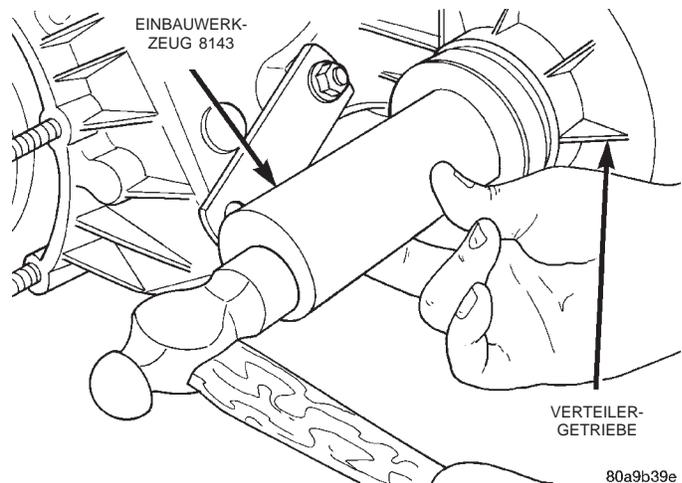

Abb. 7 Dichtring der Abtriebswelle einbauen
- (1) Einen neuen Dichtring mit Einbauwerkzeug 8143 wie folgt in das Gehäuse einbauen:
- (b) Den Dichtring vorsichtig mit dem Hammer in die Gehäusebohrung einklopfen (Abb. 7). Dann den Dichtring soweit eintreiben, bis das Einbauwerkzeug am Gehäuse anliegt.